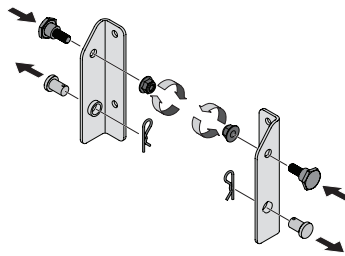

Figura 1
1. Si no lo ha instalado ya el de fábrica, instale un perno de hombro de el kit de montaje de la serie 700 (689-00086A) en cada soporte, asegurándolos con las tuercas de bloqueo de la brida que también se incluyen en el paquete de accesorios. Consulte Figura 1.
2. Si ya está instalado en los soportes, retire los pasadores de las horquillas y los clips, guárdelos para instrucciones posteriores. Consulte la Figura 1.